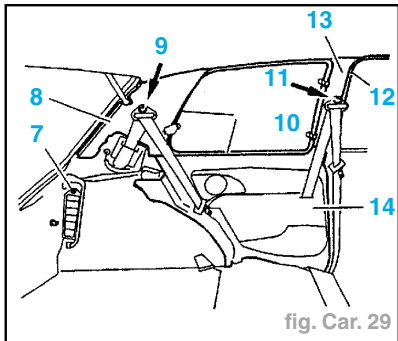

fig. Car. 29
- Déconnecter l'éclaireur de coffre (5).
- Déposer le garnissage de coffre (2).
- Dégager partiellement (fig. Car. 29) :
- le joints snappon d'étanchéité de vitre de custode (10),
- le joints snappon d'entrée de porte (12).
- les vis de ceintures de sécurité (9) et (11),
- la garniture de pied AR (8),
- la garniture de pied milieu (13),
- la grille d'aération (vis (7)).
- Déposer le panneau garni (14).